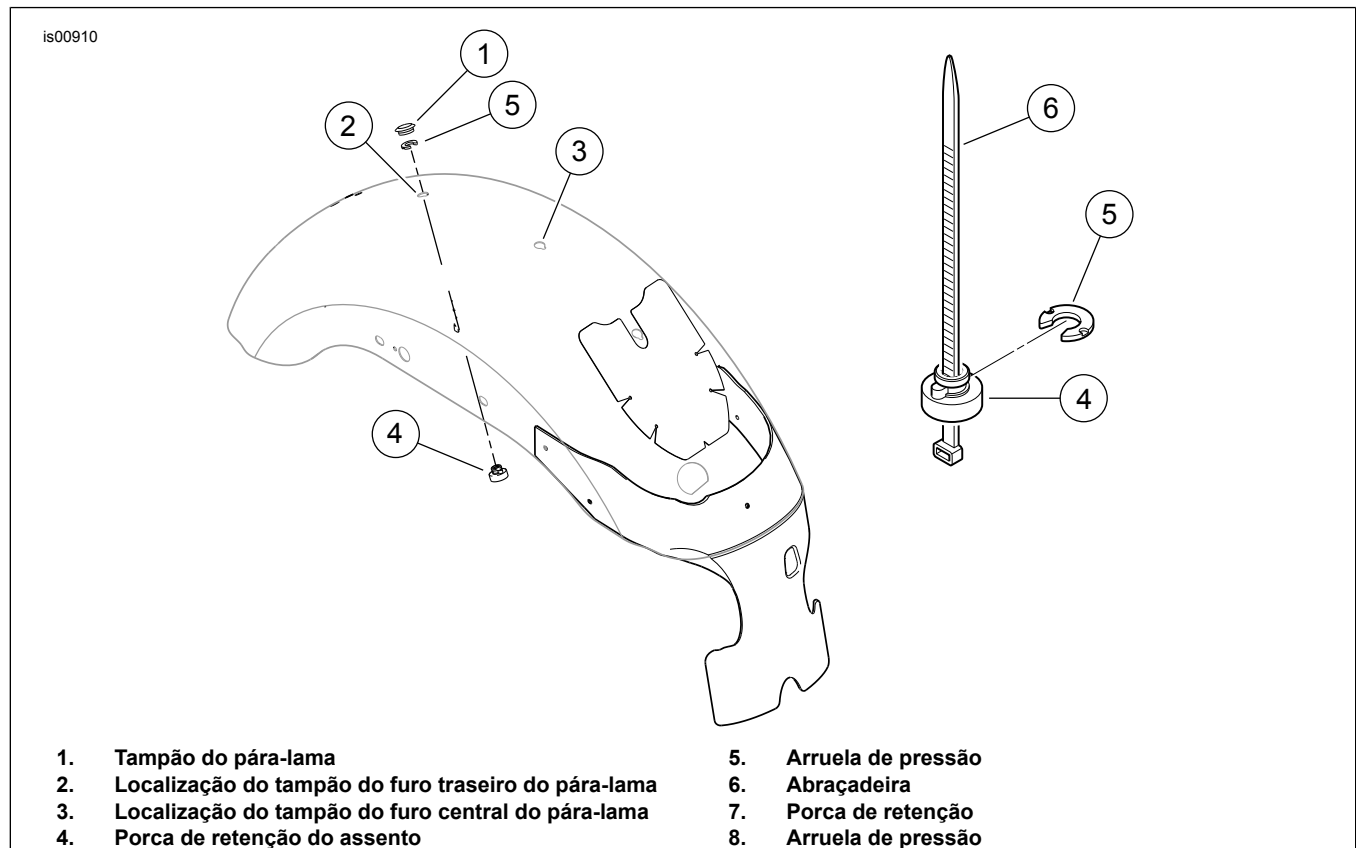

Figura 1. Localização dos furos do pára-lama
1. O passo 1 é somente para **os modelos 883 padrão**, todos os demais modelos saltam para o passo 2. Veja a Figura 1. Remova o tampão plástico (1) do local do furo traseiro no pára-lama (2) (guarde o tampão plástico para instalação no furo central do pára-lama) (3). Mova a porca de retenção do assento (4) e a arruela de pressão (5) do furo central para o furo traseiro, de onde o tampão acabou de ser removido. Como mostrado no inserto, uma abraçadeira plástica (6) pode ser usada para ajudar na instalação. Deslize a abraçadeira plástica debaixo do pára-lama, até a posição, para prender a porca de retenção (7) assim que é pressionada fora do lugar. Remova a arruela de pressão (8) e a porca de retenção do furo central e reinstale-as no furo traseiro, como mostrado. Reinstale o tampão plástico no furo central do pára-lama.